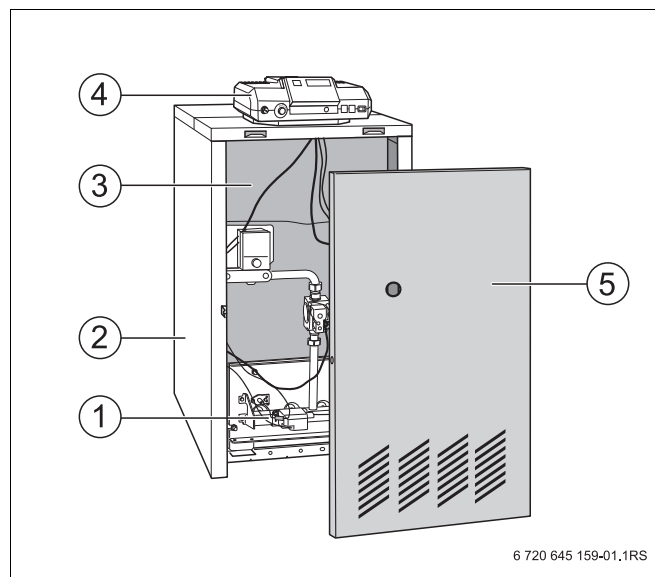

Рис. 1 Специальный газовый отопительный котел Logano G124 WS
Отопительный котел Logano G124 WS (Рис. 1) оснащен на заводе встроенной газовой горелкой и системой управления.
- Котловой блок с теплоизоляцией (Рис. 1, **поз. 3**) и газовой горелкой (Рис. 1, **поз. 1**).
- Обшивка (Рис. 1, **поз. 2**) и передняя стенка котла (Рис. 1, **поз. 5**).
- Система управления (Рис. 1, **поз. 4**).